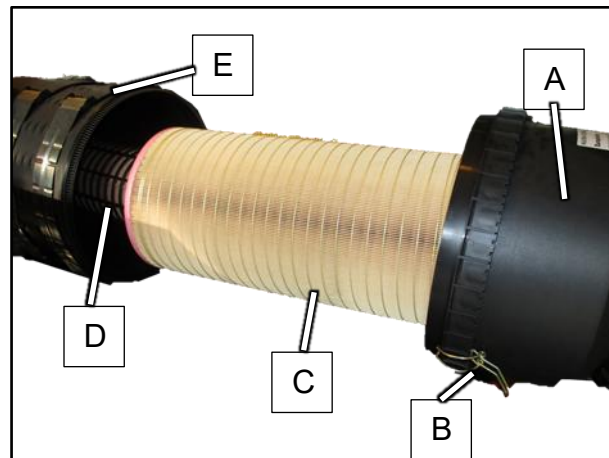

Abbildung 207 Hauptpatrone wechseln
1. Bügelverschlüsse B öffnen und Staubsammelbehälter A entfernen. Siehe dazu Abbildung 207.